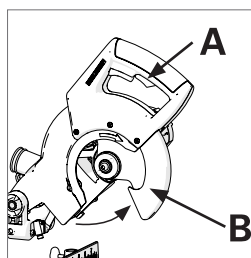

Fig. 18
Pour insérer la lame, appuyez sur le déclencheur de blocage du carter de lame inférieur (A), faites pivoter le carter de lame inférieur (B) vers le haut dans le carter de lame supérieur et maintenez le carter de lame inférieur dans cette position. (Fig. 18)